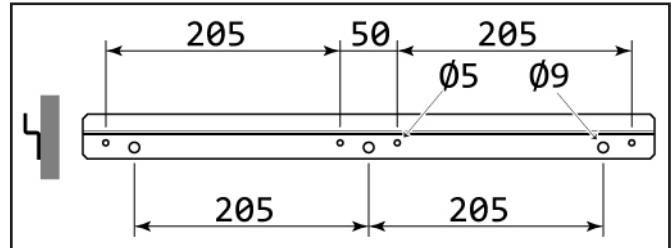

Abb.3 - Bohrungen und Positionierung des Wandbügels
- Den in der Ausstattung gelieferten Bügel als Maske für die Markierung der Bohrungen an der Wand verwenden, wie in Abb. 3 dargestellt.
- An der Wand 3 Bohrungen von Ø10mm und 65mm Tiefe, wie die Abb.3 zeigt, ausführen. Alter-